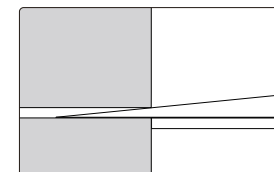

fig.5
---Introduzca el calibre cónico en la ranura de la pieza a medir, haga que la superficie de medición y la superficie de la pieza coincidan completamente (fig.5).